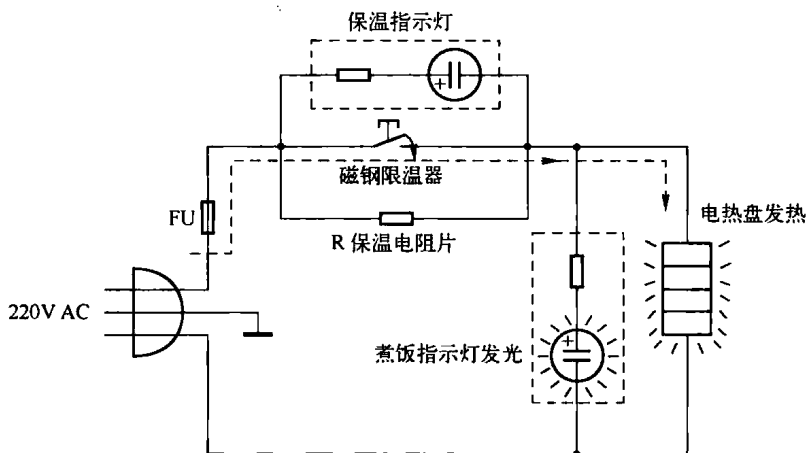

图 1-18 煮饭工作原理图
1) 煮饭工作原理 220V 交流电经电源插头、插座连线、超温熔断器和触点开关送到电热盘两端，电热盘开始加热煮饭。因为煮饭指示氖泡与发热盘并联，所以在煮饭时氖泡发亮，表示煮饭状态。由于触点开关将保温指示氖泡和保温器短路，故保温指示氖泡不亮。煮饭工作原理图如图 1-18 所示。